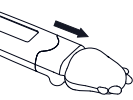

Figure 3
- Retirez le couvercle de la pile comme indiqué sur la figure 3.